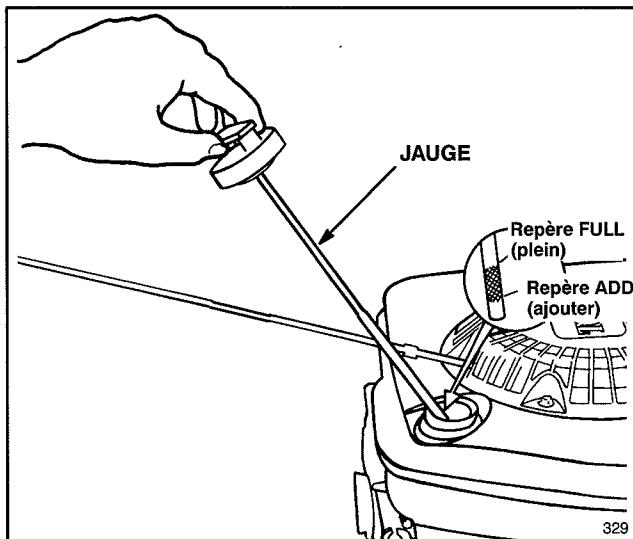

Figure 4
## REmplir le Carter d'huile (Fig. 4)
Avant chaque usage, s'assurer que le niveau d'huile se situe entre les repères ADD et FULL (Fig. 4). Ajouter de l'huile suivant les besoins.
1. Placer la tondeuse sur une surface plane et nettoyer le pourtour de la jauge d'huile (Fig. 4).
3. Essuyez la jauge d'huile et insérez-la dans le col de remplissage. Tournez le bouchon d'un quart de tour dans le sens des aiguilles d'une montre. Enlevez ensuite la jauge d'huile et vérifiez le niveau d'huile (Fig. 4). Si le niveau est bas, ajoutez une quantité d'huile qui soit tout juste suffisante pour amener le niveau à la marque FULL (PLEIN) sur la jauge d'huile. **NE REMPLISSEZ PAS AUDELA DE LA MARQUE FULL (PLEIN) CAR LE MOTEUR PUORRAIT ETRE ENDOMMAGE LORS DU DEMARRAGE.**
1. Nettoyer le pourtour du bouchon d'essence et le retirer (Fig. 4). Remplir d'essence sans plomb jusqu'à 6 ou 13 mm (1/4 ou 1/2 pouce) du haut du réservoir. L'espace laissé libre permettra l'expansion du carburant.